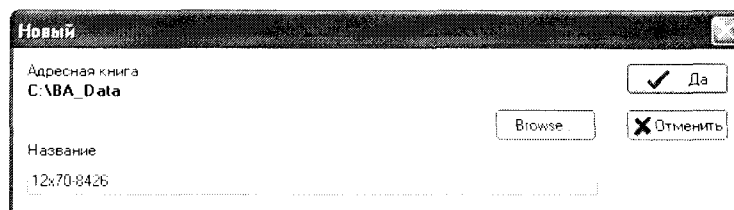

Рис.5 – Панель «Новый»
7.3.5.10 Запустить программу «ВА Control». В панели «ВА Control» выбрать «Файл > Новый», а в панели «Новый», смотри рисунок 5. Задать название файла для измерения. Рекомендуемое название файла: калибр – номер ствола, например 12_70-8426. Программа «ВА Control» автоматически дополнит дату перед названием файла для получения окончательного названия: ГОД-МЕСЯЦ-ДЕНЬ, _калибр-номер ствола.
7.3.7.5 Запустить программное обеспечение «ВА Control». В панели «ВА Control» выбрать «Файл > Новый» и, в панели «Новый» задать название файла для измерения (например: Калибровка Kistler 6215 или калибровка Kistler 607C2 зав. № XXXX) см. рис. 5.